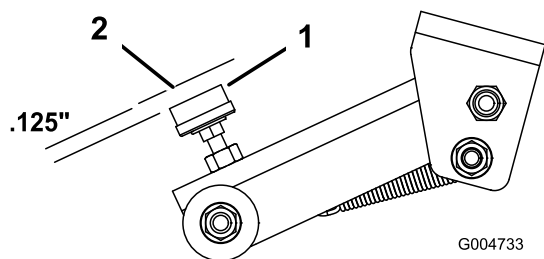

Figure 78
4. Un jeu de 0,125 pouce doit exister entre le coussinet de caoutchouc de la vis de réglage (Figure 78) et le verrou de plateau. Si un réglage est nécessaire, desserrez l'écrou de la vis de réglage, ajustez la vis pour obtenir le jeu voulu et resserrez l'écrou.